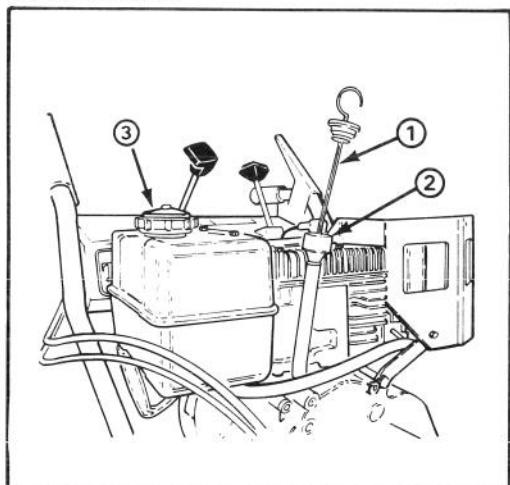

Abbildung 8
### FÜLLEN DES KURBELGEHÄUSES MIT ÖL (Abb. 8)
**ANMERKUNG: NIE METHANOL, EIN METHANOL/BENZINGEMISCH, GASOHOL MIT MEHR ALS 10% ETHANOL, ODER LEICHTBENZIN BENUTZEN, DA BEI DIESEN STOFFEN MOTORBESCHÄDIGUNGSGEFAHR Besteht. (Abb. 8).**
1. Umden Tankdeckel herum reinigen (Abb. 8). Den Deckel abnehmen und den Tank bis ca. 13 mm von der Oberkante mit Benzin füllen. Den Tank wieder verschließen.